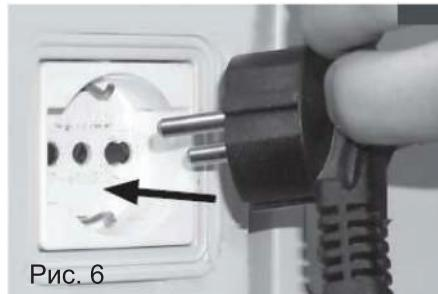
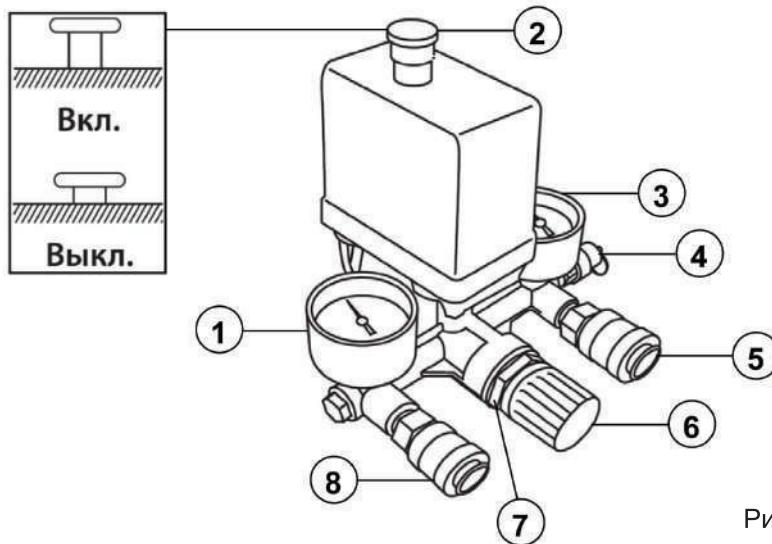

Рис. 6
Рис. 7
2. Подключите вилку электрокабеля питания в соответствующую розетку, имеющую контакты заземления (Рис. 6), предварительно проверив, что выключатель реле давления 2 (Рис. 7) находится в положении выключено «О» (OFF);
3. Включите компрессор красной кнопкой реле давления (прессостата), потянув ее вверх в положение Вкл. (Рис. 7). Компрессор запустится и начнет накачивать воздух в ресивер. После достижения заданного верхнего уровня давления (8 бар) компрессор остановится. По мере расходования воздуха давление в ресивере падает и, когда оно достигает нижнего заданного уровня (разница между верхним и нижним уровнем давления 2 бар), компрессор автоматически включится. Компрессор продолжает выполнять этот цикл в автоматическом режиме до тех пор, пока его не выключить с помощью выключателя реле давления, нажав его вниз в положение Выкл. (Рис. 7)
Давление в ресивере можно проверить по показаниям манометра 3 (Рис. 7). Максимальное давление в ресивере 8 бар.
Регулировка давления возможна только на выходе 8 (Рис. 7). Давление на выходе регулируется ручкой редуктора 6 (Рис. 7). Вращая ручку редуктора по часовой стрелке, давление на выходе увеличивается, против – уменьшается (Рис.7).
Для визуального контроля давления на выходе используется манометр 1 (Рис. 7).
После регулировки выходного давления на редукторе необходимо зафиксировать ручку редуктора контргайкой 7 (Рис. 7).
Для останова компрессора нажмите на кнопку прессостата в положение Выкл. (Рис. 7). После завершения работы с компрессором отключите его от электросети и сливите воздух из ресивера.